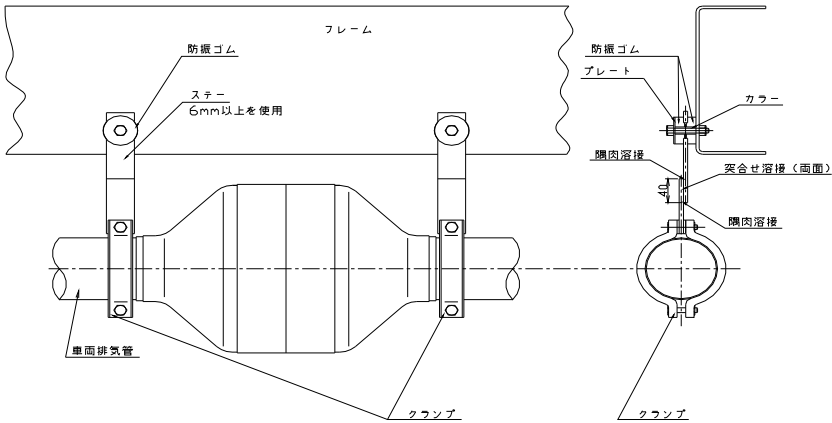

図 8
A' PEX CATAの本体の吊りは、本体に対して必ず2ヶ所以上の吊りを製作して下さい。標準的な吊り方として、図8、9の方法を参考に搭載して下さい。
- ・ A' PEX CATAを搭載する場合、必ず図8に示す部品を使用すること。
- ・ ステーを溶接で継いで作る場合、図8のように重なる部分を40mm確保すること。
②標準の吊り方-2